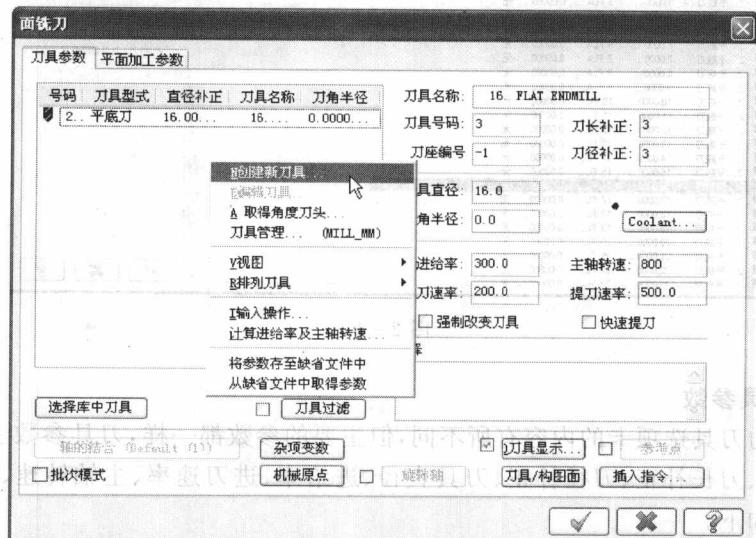

图 2-2
(1) 创建新刀具 在“面铣刀”加工对话框的空白处单击鼠标右键，在弹出的下拉菜单中选择“创建新刀具”命令创建刀具，如图 2-2 所示。